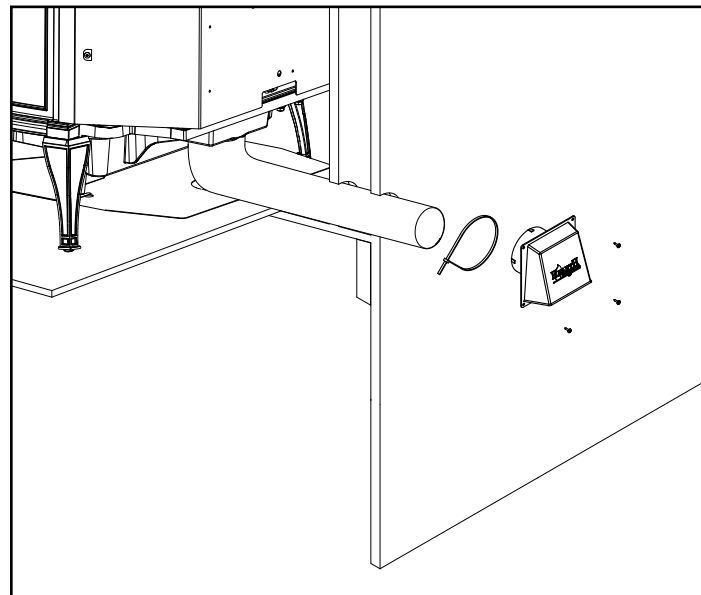

Figure 5.12 - Installation arrière
2. Utilisez un tournevis à tête cruciforme # 2 pour fixer l'adaptateur flexible au poêle au moyen de 4 vis, (figures 5.12 et 5.13).